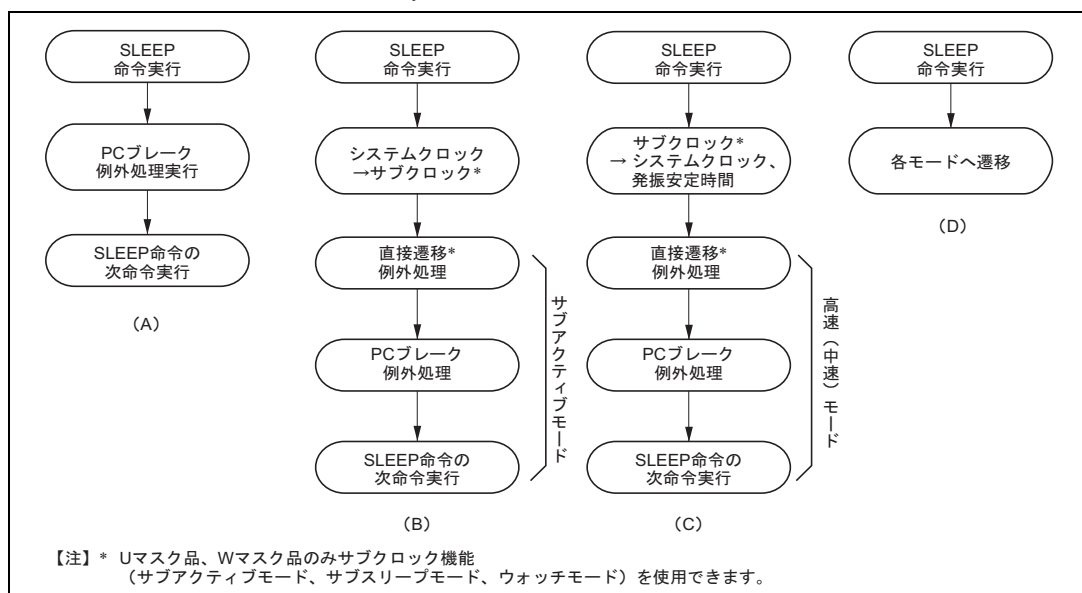

図 6.2 低消費電力モード遷移時の動作
- (1) SLEEP 命令により高速 (中速) モードからスリープモードへ、サブアクティブモード\*からサブスリープモード\*へ遷移する場合
SLEEP 命令実行後、スリープモード、サブスリープモード\*へ遷移しないで、PCブレーク例外処理を実行します。PCブレーク例外処理実行後、SLEEP 命令の次のアドレスの命令を実行します (図6.2 (A))。
- (2) SLEEP 命令により高速 (中速) モードからサブアクティブモード\*へ遷移する場合
SLEEP 命令実行後、直接遷移例外処理を経てサブアクティブモード\*へ遷移します。遷移後、PCブレーク例外処理を実行、SLEEP 命令の次のアドレスの命令を実行します (図6.2 (B))。
- (3) SLEEP 命令によりサブアクティブモード\*から高速 (中速) モードへ遷移する場合
SLEEP 命令実行後、クロック発振安定時間、直接遷移例外処理を経て高速 (中速) モードへ遷移します。遷移後、PCブレーク例外処理を実行、SLEEP 命令の次のアドレスの命令を実行します (図6.2 (C))。
- (4) SLEEP 命令によりソフトウェアスタンバイモード、ウォッチモード\*へ遷移する場合
SLEEP 命令実行後、各モードに遷移し、PCブレーク例外処理は実行しません。ただし、CMFA、CMFBはセットされます (図6.2 (D))。